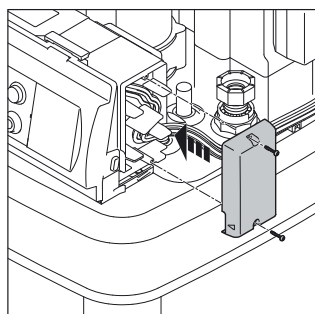

Figura 4-26 Montar la tapa derecha de la carcasa.
- Volver a montar las tapas de la carcasa laterales desmontadas anteriormente (figura 4-26).